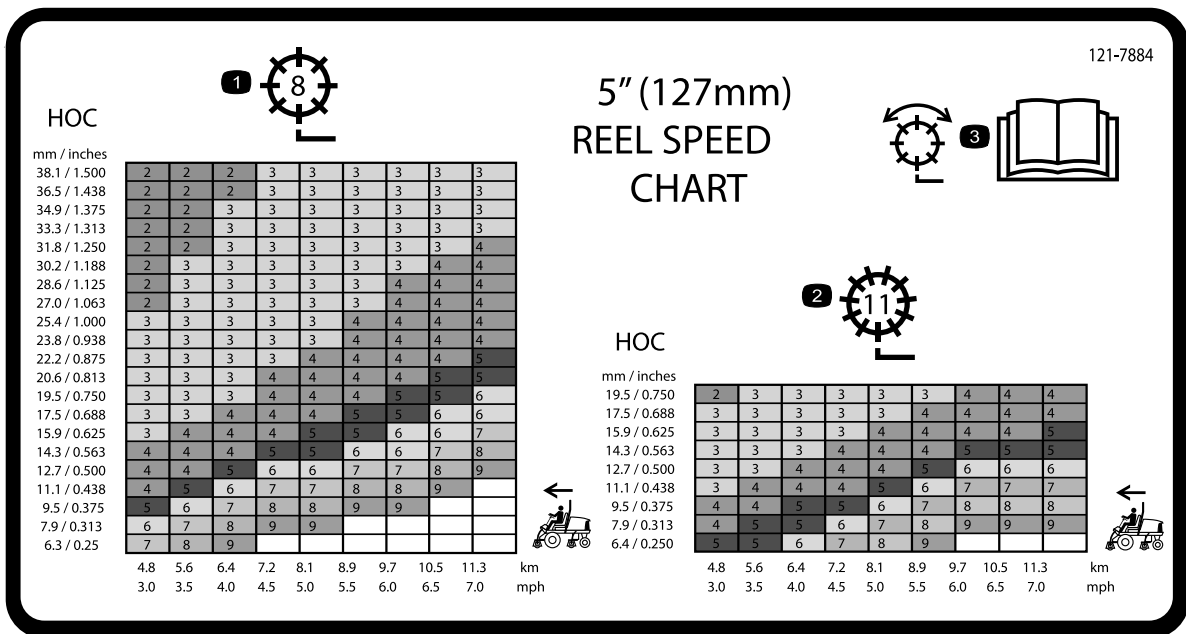
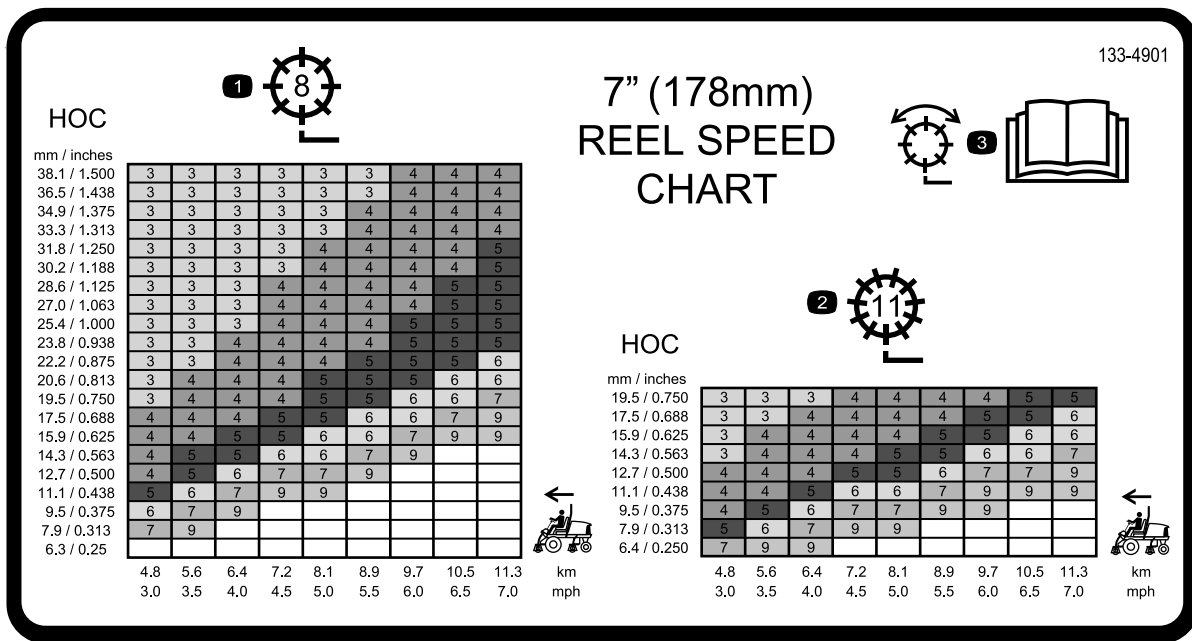

Рисунок 35
Рисунок 36
3. Для определения надлежащей скорости вращения барабана смотрите график на наклейках с таблицами скоростей барабанов (Рисунок 35 и Рисунок 36).